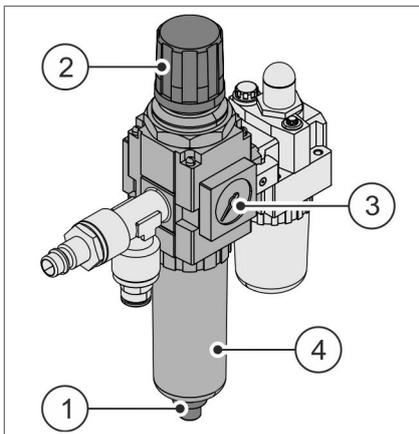

Abb. 22 Wartungseinheit
- ① Kondensatablassventil
- ② Druckregler
- ③ Manometer
- ④ Filter
Über den Drehknopf des Druckreglers Abb. 22/② an der Wartungseinheit wird die bauseitige Druckluft eingestellt und kann am Manometer Abb. 22/③ abgelesen werden.
Kondensat im Filter Abb. 22/④ wird über das Kondensatablassventil Abb. 22/① abgeführt.